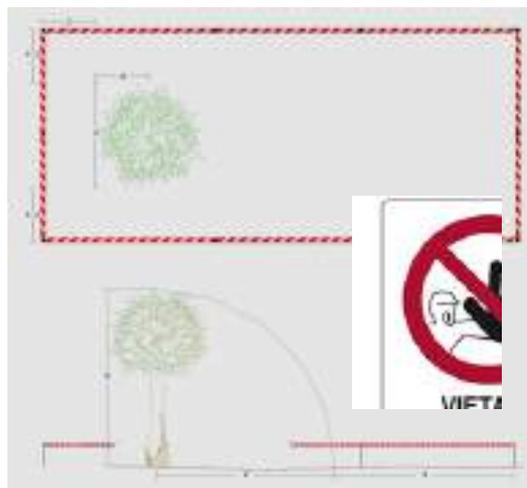

Figura 22
- Lo schema proposto di seguito (Cfr. Figura 22) prevede una valutazione delle misure effettuate a occhio da parte degli operatori. I margini di sicurezza sono volutamente abbondanti, nell'ottica della possibilità che si compia un errore di valutazione delle misure dell'albero da abbattere.